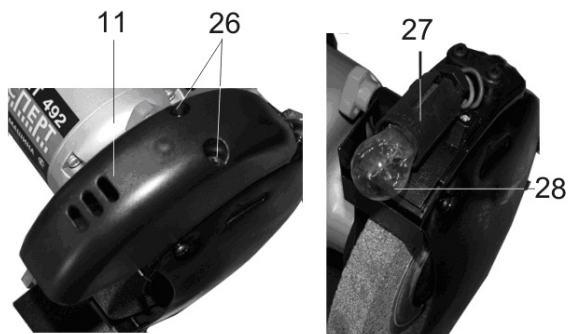

Рис.4
12. ЗАМЕНА ЛАМПЫ ОСВЕЩЕНИЯ (Рис. 4)